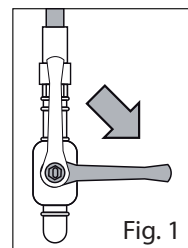

Fig. 1
- Cerrar la llave de corte arriba del aparato (Fig. 1);
- Cerrar la llave de corte arriba del aparato (Fig. 1).